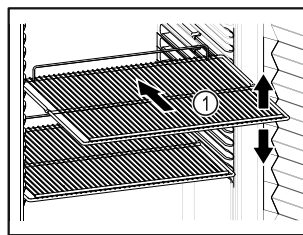

Fig. 71 Reprezentare exemplificativă
- Dacă grătarele tip poliță Fig. 71 (1) pot fi mutate, adaptați-le în funcție de înălțime.